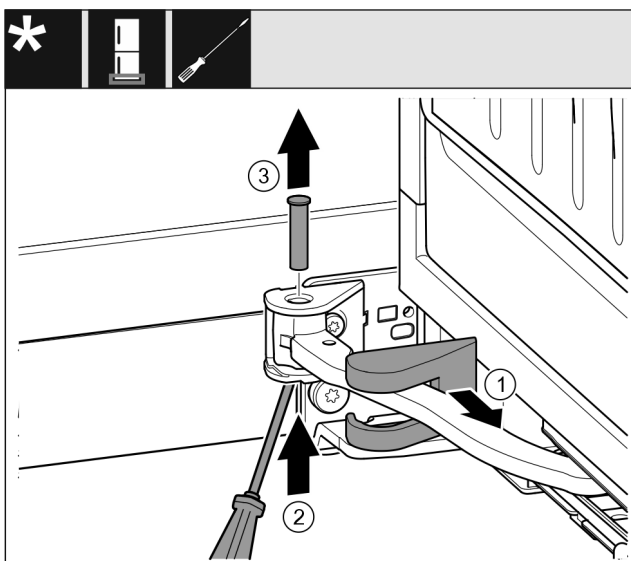

Fig. 15
- ▶ Odstranite pokrov ležajnega podstavka in ga zamaknite vzdolž zgibnega dela. Fig. 15 (1)
- ▶ Sornik s prsti ali izvijačem dvignite od spodaj. Fig. 15 (2)
- ▶ Izvijač zatakните pod glavo sornika in ga izvlecite. Fig. 15 (3)